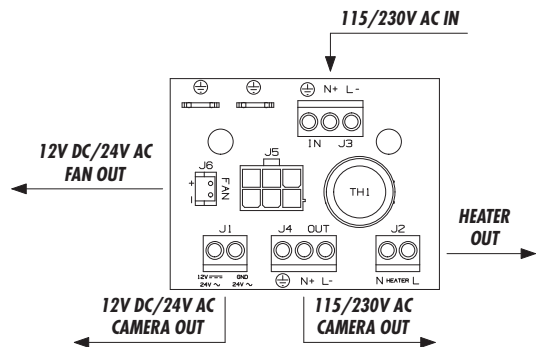

Fig. 6
4. Den Widerstand elektrisch an die Klemme HEATER (J2) der Trägerschaltung anschließen (Fig. 6)
4. Der sechspolige Kabelstecker des Netzteils wird in die zugehörige, mit J5 bezeichnete Buchse auf der Trägerschaltung eingefügt (Fig. 6).